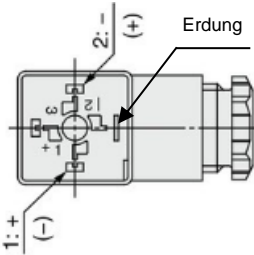

Abbildung 2. Kontakte des DIN-Steckers
- Interne Anschlüsse werden in Abbildung 2 gezeigt. Stellen Sie die Anschlüsse an die Spannungsversorgung entsprechend her.